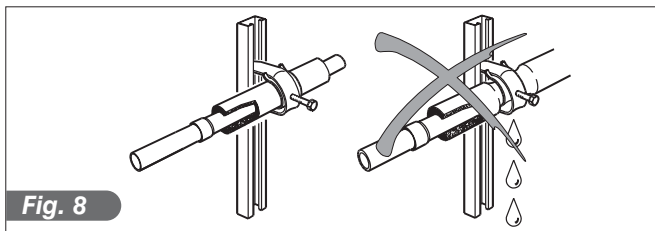

Fig. 8
- 2) Serraggio staffe su tubi isolati (Fig.8)